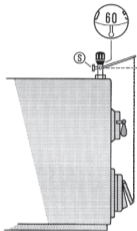

Fig. 2:
Bei **senkrechtem Einbau** muss die Sechskantschraube (S) von der Vorderseite des Kessels her gesehen nach hinten zeigen. Für die Einregulierung gelten die **weißen Zahlen** und die **weiße Marke** (Fig. 2).
When **installed vertically**, the hexagon screw (S) must point to the back when seen from the front of the boiler. In this position, the **white figures** and the **white mark** are used (Fig. 2).
Pour le **montage vertical**, la vis 6 pans (S) doit être dirigée vers l'arrière, vue de l'avant de la chaudière. Les **chiffres et les repères blancs** servent au réglage (Fig. 2).